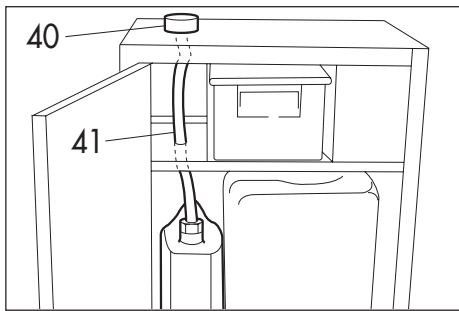

Fig. 6
- Inserire sul piano superiore del mobiletto l'imbuto raccogli-gocce (40) collegandolo al tubo di scarico (41) (Fig.6).